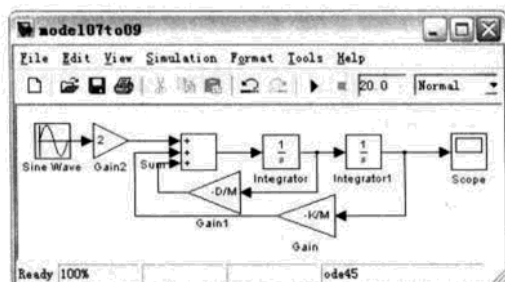

图 7.49 系统动力学仿真模型
(1) 建立系统的 Simulink 动力学仿真模型,如图 7.49 所示。模型中的 Gain 和 Gain1 模块都是由参数组成, Gain 为 $-K/M$, Gain 为 $-D/M$ 。其他模块的参数设置采用模块值。